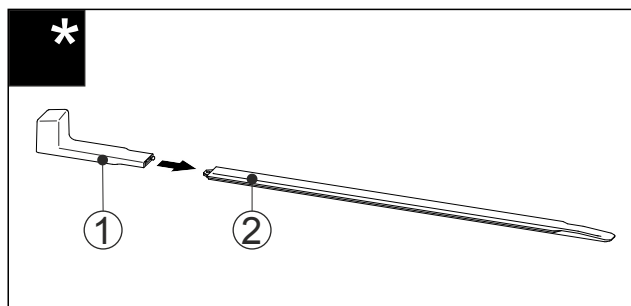

Fig. 58
- Inserire l'impugnatura di montaggio Fig. 58 (1) sulla guida di livellamento Fig. 58 (2).